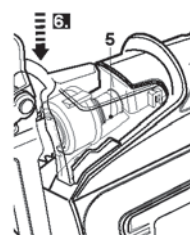

Fig. 5
- > Refermez le couvercle de protection [5] et verrouillez-le bien (Fig. 5).